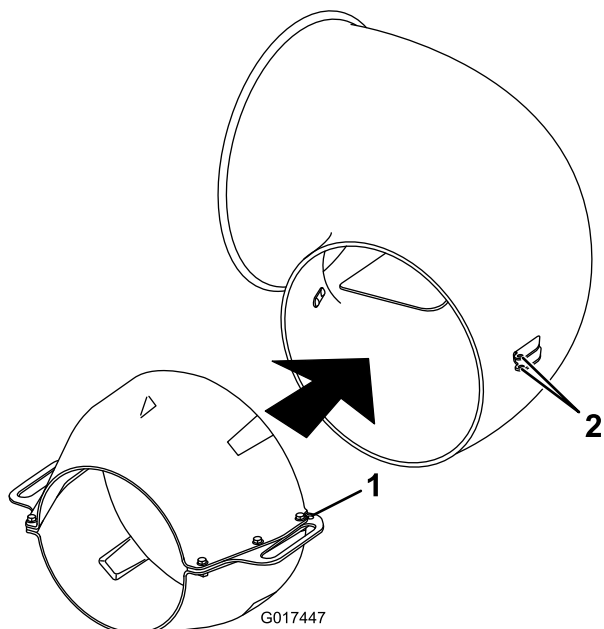

Figure 3
1. Glissez le prolongement sur l'embout en alignant le trou de chaque poignée sur les trous supérieur et inférieur de chaque support de fixation sur l'embout (Figure 3).